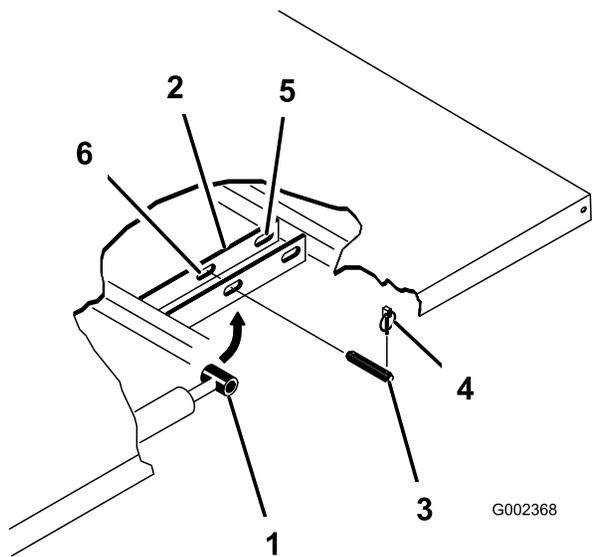

Figura 20
3. Retire los pasadores de seguridad de los extremos exteriores de los pasadores de las varillas de los cilindros (Figura 20).
4. Retire los pasadores que fijan las rótulas de las varillas de los cilindros a las chapas de montaje de la plataforma empujando los pasadores hacia dentro (Figura 20).
5. Retire los pasadores de seguridad y los pasadores que fijan las placas de giro a los perfiles del bastidor (Figura 20).